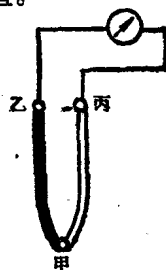

图 1-5 热电偶温度计示意图
3. 热电偶温度计(见图1-5) 把两根不同材质的金属丝的一端甲, 焊在一起作为热电偶, 另一端乙和丙用两根导